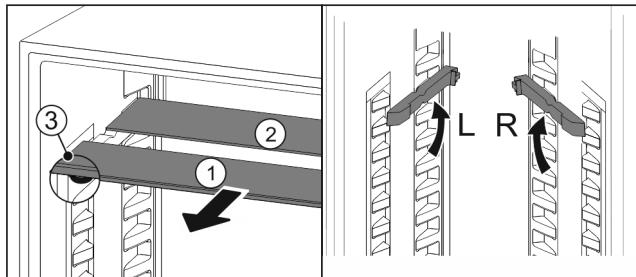

Fig. 34
- Издърпайте Fig. 34 (1) поотделно стъклените площи напред.
- Стъклената плоча Fig. 34 (1) с декоративната лайстна е отпред.
- Ограничителите Fig. 34 (3) сочат надолу.